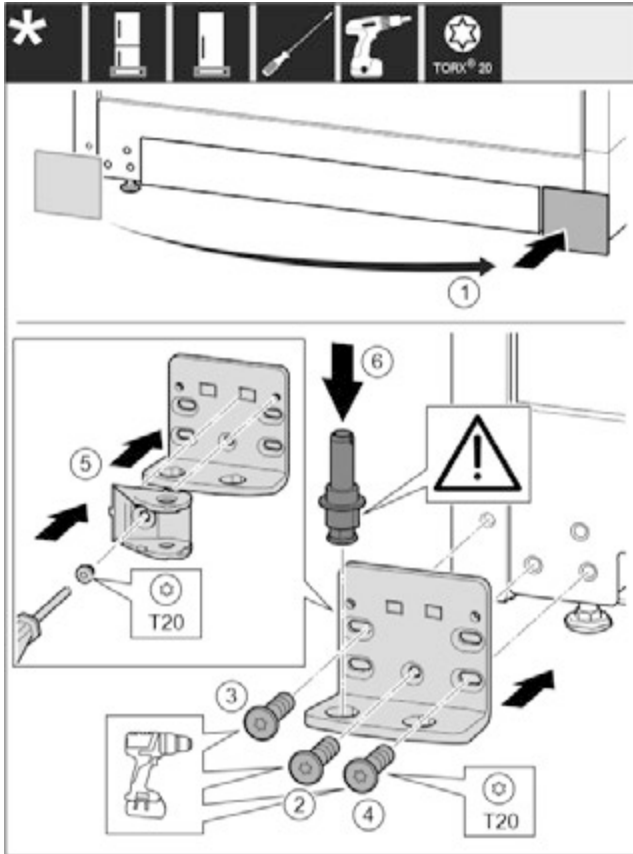

Fig. 28
- ▶ Зніміть кришку та встановіть її з іншого боку. *Fig. 28 (1)*
- ▶ Встановіть опорний кронштейн з іншого боку і закріпіть гвинтами за допомогою викрутки T20. Почніть із гвинта 2 знизу посередині. *Fig. 28 (2)*
- ▶ Закрутіть гвинти 3 та 4. *Fig. 28 (3,4)*
- ▶ Поверніть з'єднувальний елемент демфера на 180°. Пригвинтіть з іншого боку опорного кронштейна за допомогою викрутки T20. *Fig. 28 (5)*
- ▶ Вставте цілком опорний гвинт. При цьому виступ фіксатора повинен бути спрямований назад. *Fig. 28 (6)*